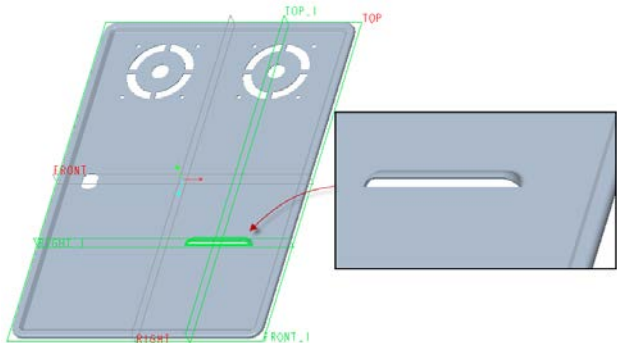

图 6-141 创建一个凸模成型特征
(9) 在“可变项”对话框中单击“确定”按钮。
(10) 确保冲模方向由钣金件背面指向正面，在“凸模”选项卡中单击 （完成）按钮，完成的凸模成型效果如图 6-141 所示。